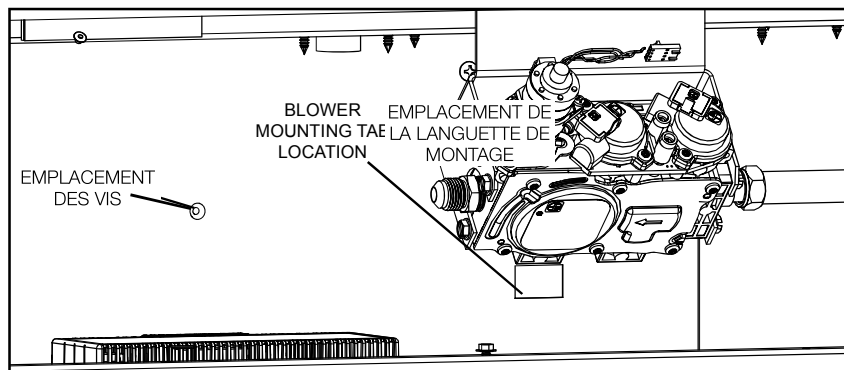

FIGURE 3
- Faites pivoter le ventilateur dans le bas de l'appareil, en vous assurant que le joint reste en place entre la soufflerie et la coque extérieure tout en faisant glisser le ventilateur contre l'arrière de la coque extérieure dans la languette de montage du ventilateur. Fixez en place à l'aide d'une vis (**Figure 3 et 4**).